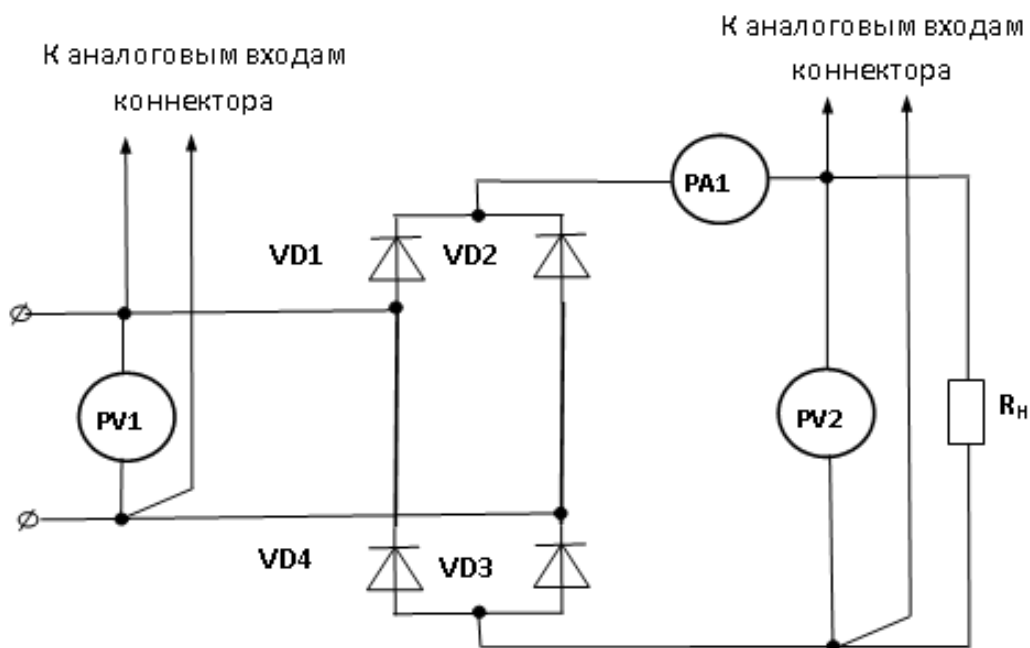

Рисунок 10.4 - Схема двухполупериодного выпрямителя
10.4.1 Из набора миниблоков, выбрать резистор с параметром R_H , заданным в таблице 10.2, и четыре диода КД 226. Собрать схему двухполупериодного выпрямителя (рисунок 10.4), подключив вход ее к выходу генератора синусоидальных напряжений блока генераторов напряжений.